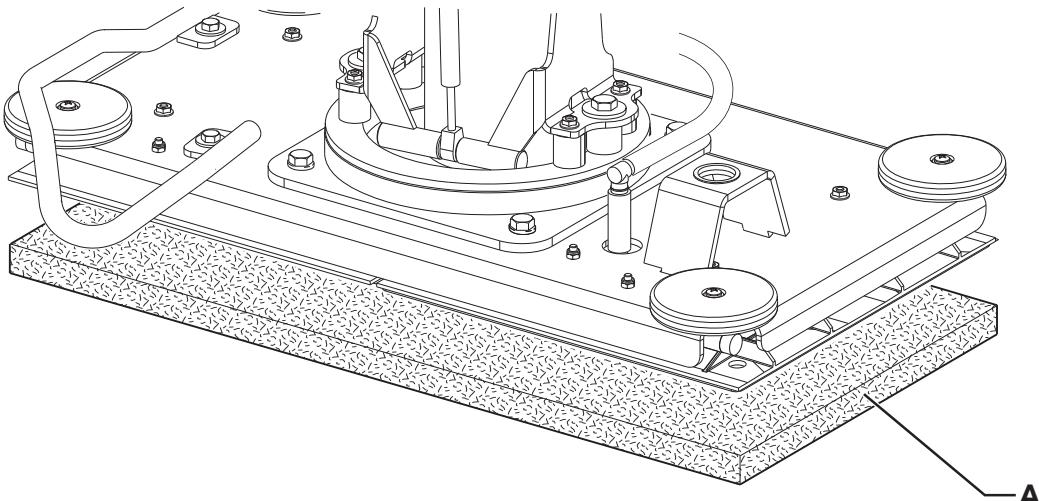

Figure 3
2. Soulever la tête en appuyant sur l'interrupteur (63).
3. Tourner la clé de contact (58) sur "0" et l'enlever.
4. Installer le disque (A, Fig. 3) de façon qu'il fasse prise avec la plaque de la tête BOOST®.